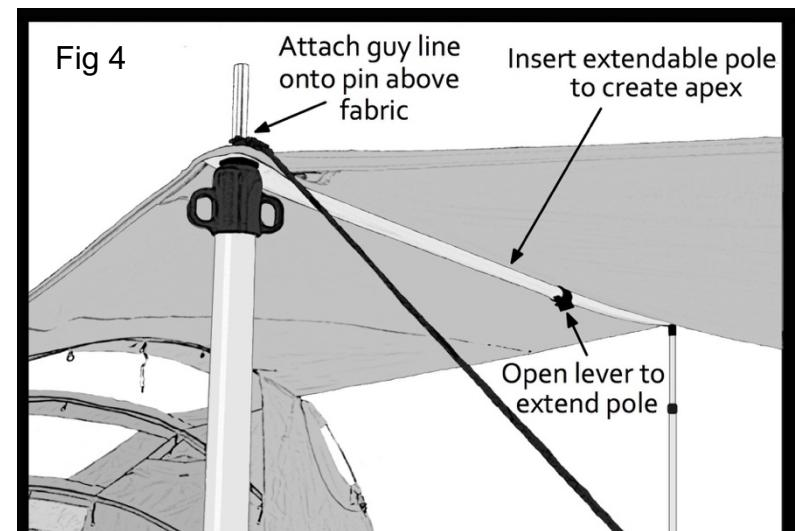

Fig 4
7. Insert the two telescopic poles vertically into the eyelets located on the sun canopy edges. Next insert the horizontal adjustable cross pole and extend by opening the black lever and pulling out the 16mm pole from inside the 19mm pole. This will allow the pole to lengthen and make the canopy taut (Fig 4). Close the black lever once the fabric is straight. Raise the telescopic poles until an apex is formed in the sun canopy which allows the rain to runoff.
Immediately attach guy lines onto the two vertical pole pins and above the fabric (Fig 4) to stop it from dislodging if there is a sudden gust of wind. If this happens the pole may fall against your vehicle and scratch it. Always have a guy line attached to each vertical pole pin during use.
. Steek de twee uitschuifbare palen verticaal in de rijgat aan de kanten van het zonnescherm. teek de horizontale verstellbare paal in en verleng het door de zwarte hendel te openen en de 16 im paal uit de 19 mm paal te trekken. Hierdoor wordt de paal verlengd wat de luifel strak maakt (Fig. 4). Sluit de zwarte hendel zodra het doek recht is. Verhoog de uitschuifbare palen tot er een ip in het zonnescherm vormt, waardoor de regen kan weglopen.
teek de spanlijnen rechtstreeks aan de twee verticale paalpennen en boven het doek (Fig. 4) om de voorkomen dat het losraakt als er een plotseling windvlaag is. Als dit gebeurt, kan de paal igen je auto vallen en het krasen. Zorg er altijd voor om een spanlijn verbonden te hebben met ike verticale paal pen tijdens het gebruik.